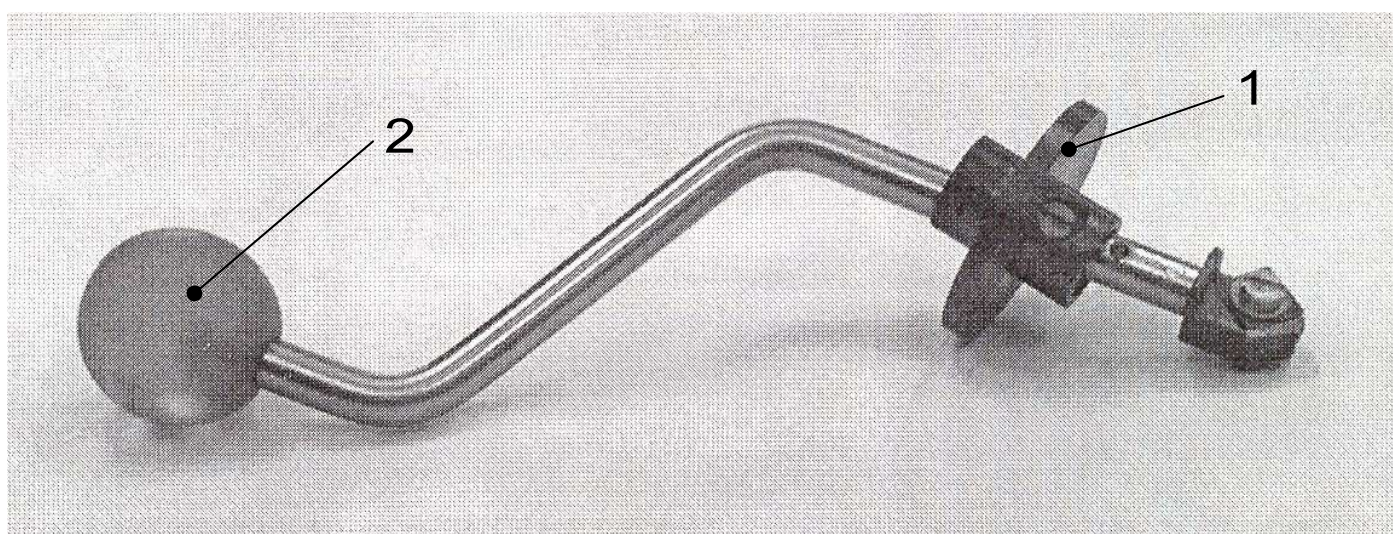

Рисунок 4
5.3.6 С помощью специального расточного устройства (см. рис. 4) выполнить кольцевую проточку в шпуре для надежного сцепления бетона с анкером. Проточка выполняется на заданной глубине захвата режущей твердосплавной кромкой. Для этого устройство вставить в шпур, левой рукой удерживать за опорную шайбу 1, прилегающую к поверхности бетона около шпура, а правой рукой выполнить вращательные движения за головку 2 устройства с наклоном и с усилием во внешнюю сторону от круга вращения по часовой стрелке.